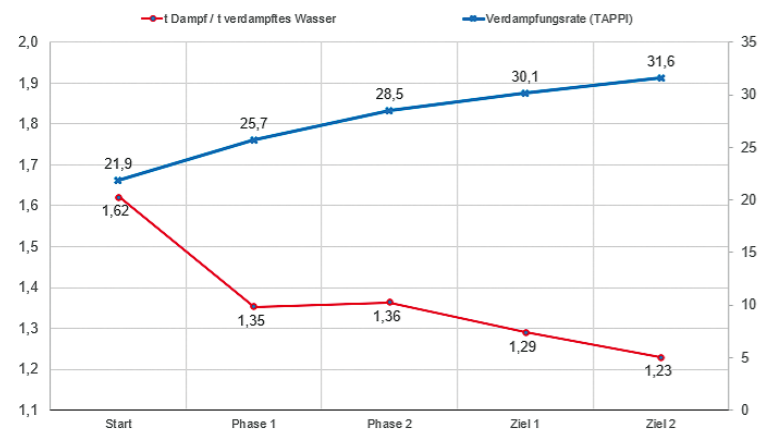

Abb. 8: Entwicklung des spezifischen Dampfverbrauchs und der Verdampfungsrate
- reduzierter spezifischer Dampfverbrauch (Abb. 8)